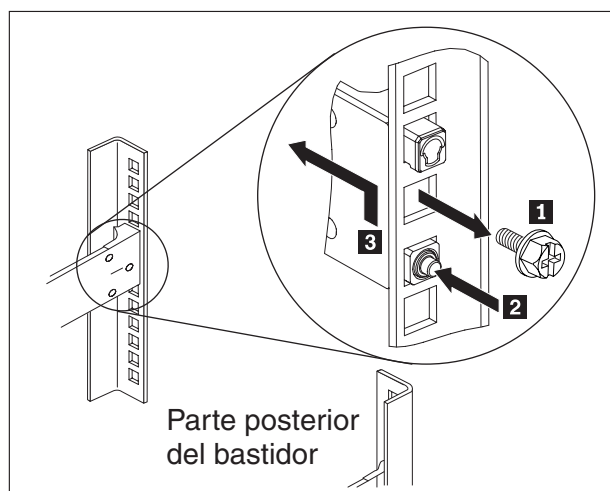

Figura 22. Cómo levantar la parte posterior del dispositivo para extraerlo del riel.
3. Extraiga el extremo posterior de los rieles de deslizamiento, tal como se muestra en la Figura 22.